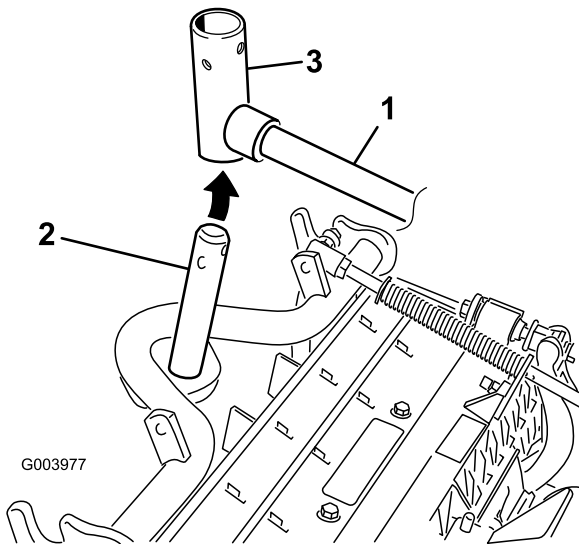

图10
8. 对于前滚刀组，在将承载架轴向上插入提升臂轴轭的同时，把滚刀组滑到提升臂下方（图10）。
- B. 将提升臂轭插入承载架轴的上方（图10）。